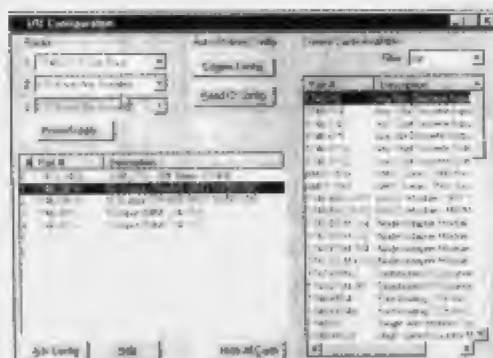

图 5-40 I/O 组态窗口
- **I/O 组态**——I/O 组态窗口(如图 5-40 所示),让你从所有列表中单击或拖放一个模块,放到你组态的一个槽中。